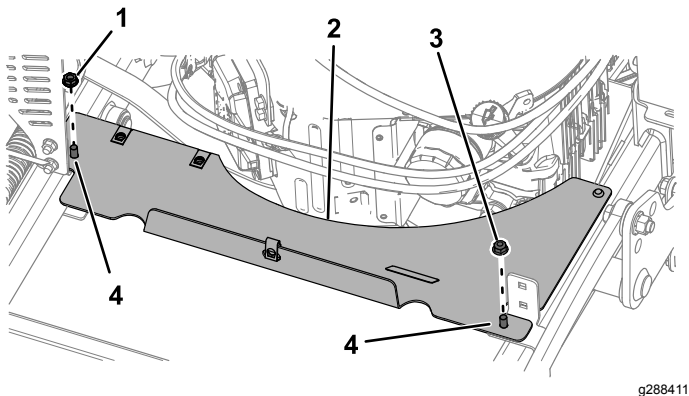

Bild 4
2. Entfernen Sie die Sechskantmutter (5/16"), mit der die Schutzverlängerung an den Schlossschrauben befestigt ist (**Bild 4**). Entfernen Sie die Schutzverlängerung.